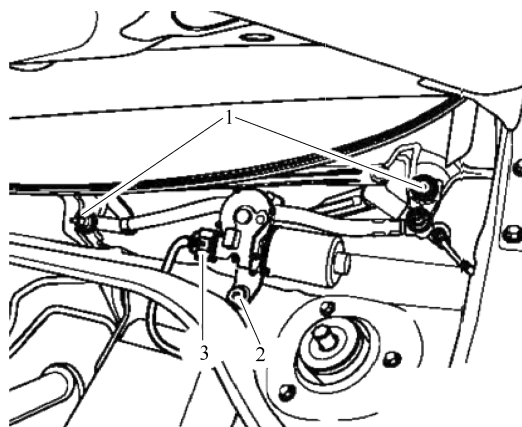

图 5-3-3 拆卸刮水器电动机
① 将刮水器臂运动到停止位置并关闭点火开关。
② 断开蓄电池搭铁线。
③ 拆卸刮水器臂。
④ 拆卸落水槽盖板。
⑤ 拔下刮水器电动机插头 3，并旋出固定螺栓 1 和 2，如图 5-3-3 所示。
⑥ 将刮水器框架拉出车辆。